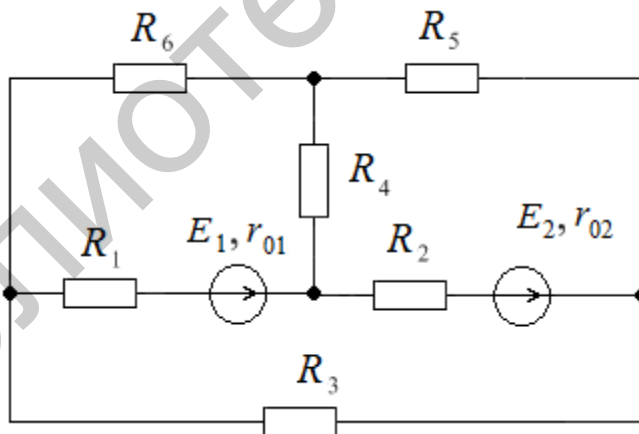

Рис. 92
25. Методом уравнений Кирхгофа определить токи во всех ветвях электрической цепи (рис. 92), если $E_1 = 30$ В; $E_2 = 40$ В; $R_1 = 28$ Ом; $R_2 = 63$ Ом; $R_3 = 45$ Ом; $R_4 = 35$ Ом; $R_5 = 50$ Ом; $R_6 = 15$ Ом; $r_{01} = 2$ Ом; $r_{02} = 2$ Ом.